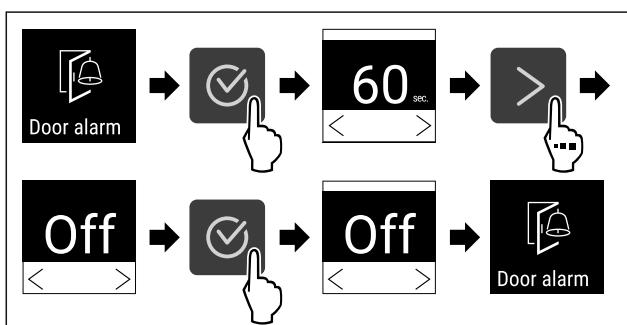

Fig. 106
- ▶ Изпълнете стъпките (виж Fig. 106).